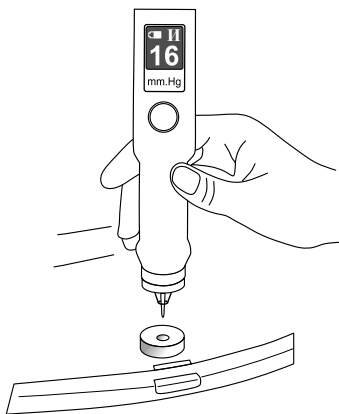

Рисунок 8
- Мягким движением кисти (не отрывая основание ладони от поверхности стола) плавно опустите тонометр штоком по центру отверстия устройства контроля (рис. 8, 9), погрузив до упора защитное кольцо тонометра в кольцевой паз устройства контроля. Нижняя плоскость защитного кольца тонометра должна максимально плотно совпадать с кольцевой плоскостью паза (рис. 10, 11). При этом включается режим измерения, ощущаемый рукой как легкая вибрация. Режим измерения также сопровождается индикацией давления на дисплее тонометра.